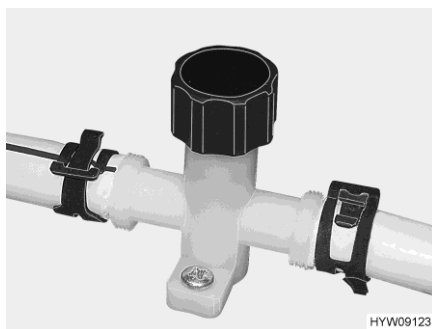
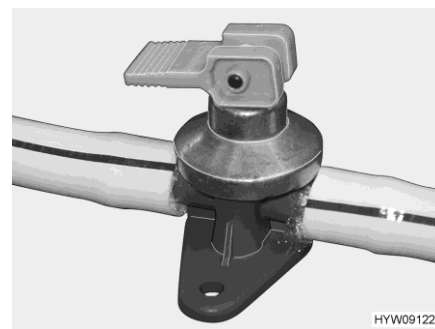

Fig. 159 Llave de desagüe (tubería de agua)
Fig. 160 Llave de desagüe (caldera Alde)
- Cerrar las llaves de desagüe. Para ello, girar el capuchón (Fig. 159) en sentido de las agujas del reloj y colocar el balancín (Fig. 160) en posición horizontal.
- Abrir las llaves de desagüe. Para ello girar el capuchón (Fig. 159) en sentido contrario a las agujas del reloj y colocar el balancín (Fig. 160) vertical.